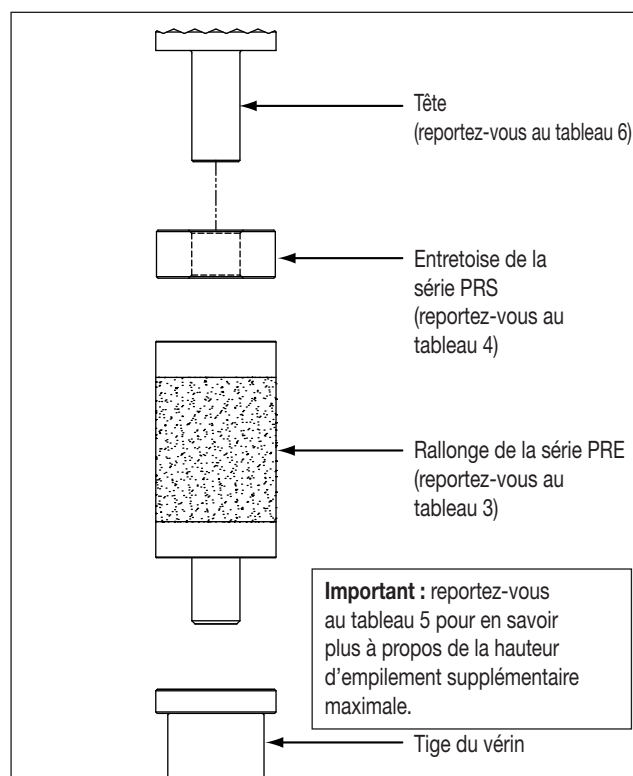

Figure 5, installation des rallonges et entretoises (configuration type)
5.6 Consignes d'empilement - Rallonges et entretoises (reportez-vous à la figure 5)